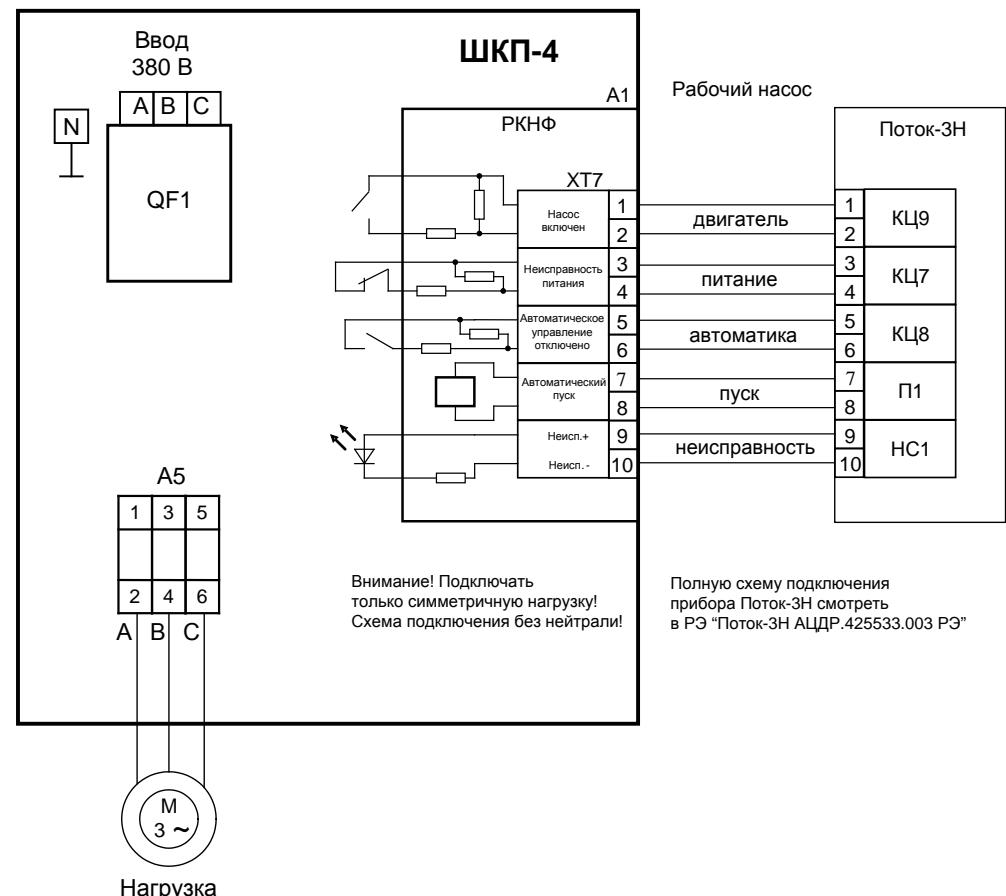

Рисунок 3. Вариант подключения шкафа при эксплуатации с прибором Поток-ЗН
- Максимально допустимое отклонение напряжения выставляется потенциометром 2 (см. рис. 3). $\Delta U_{ном}$ определяет одновременно верхний и нижний пороги срабатывания. Таким образом, входное напряжение будет считаться допустимым в диапазоне от $(220 - \Delta U_{ном})$ В до $(220 + \Delta U_{ном})$ В. $\Delta U_{ном}$ может принимать значения от 0 В (крайнее левое положение потенциометра) до 80 В (крайнее правое положение потенциометра).
- Время интегрирования неисправности (время задержки срабатывания) выставляется регулятором 3 (см. рис. 3). t_c определяет время накопления неисправности (восстановления) и может принимать значения от 0 с (крайнее левое положение потенциометра) до 16 с (крайнее правое положение потенциометра).
- 3) подключить к шкафу провода питающего сетевого напряжения, цепей нагрузки и контроля состояния согласно схеме электрической рис. 3;